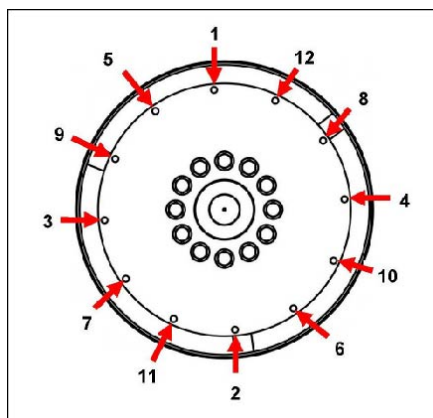

FIGURA 18. SEQUENZA DI FISSAGGIO
10. Rimuovere i perni di allineamento. Montare i bulloni di accoppiamento utilizzando rondelle di tipo adeguato da sistemare sotto le teste dei medesimi. Serrare i bulloni che fissano il disco di accoppiamento al volano, nella sequenza indicata in Figura 18 a pagina 36.